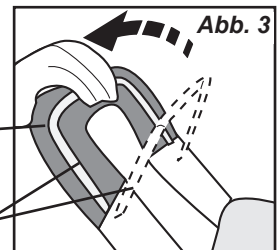

Abb. 3
1. Ziehen Sie außer Kontrolle geratenen Bremsgriff zurück und halten Ausreißer Bremsstange gegen Kinderwagen Griff. Veröffentlicht Position ist für den Einsatz während schieben Kinderwagen (Abb. 3).